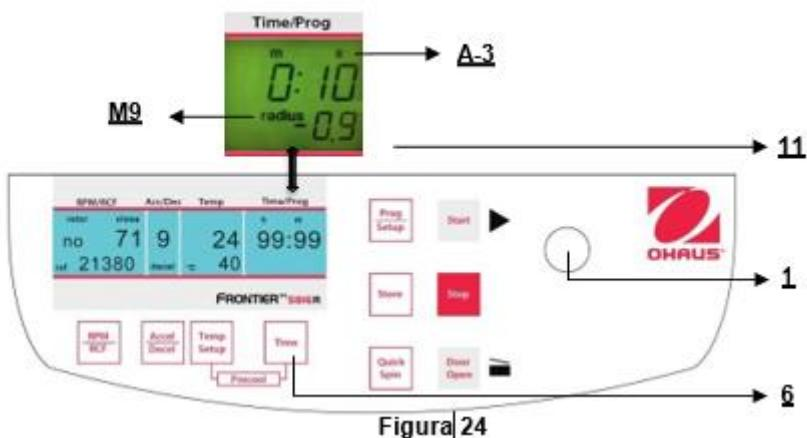

Figura 24
Chiudere il coperchio, quindi premere allo stesso tempo il tasto "Time" (6) (fare riferimento alla figura 24) e il tasto "Prog/Setup" (11).